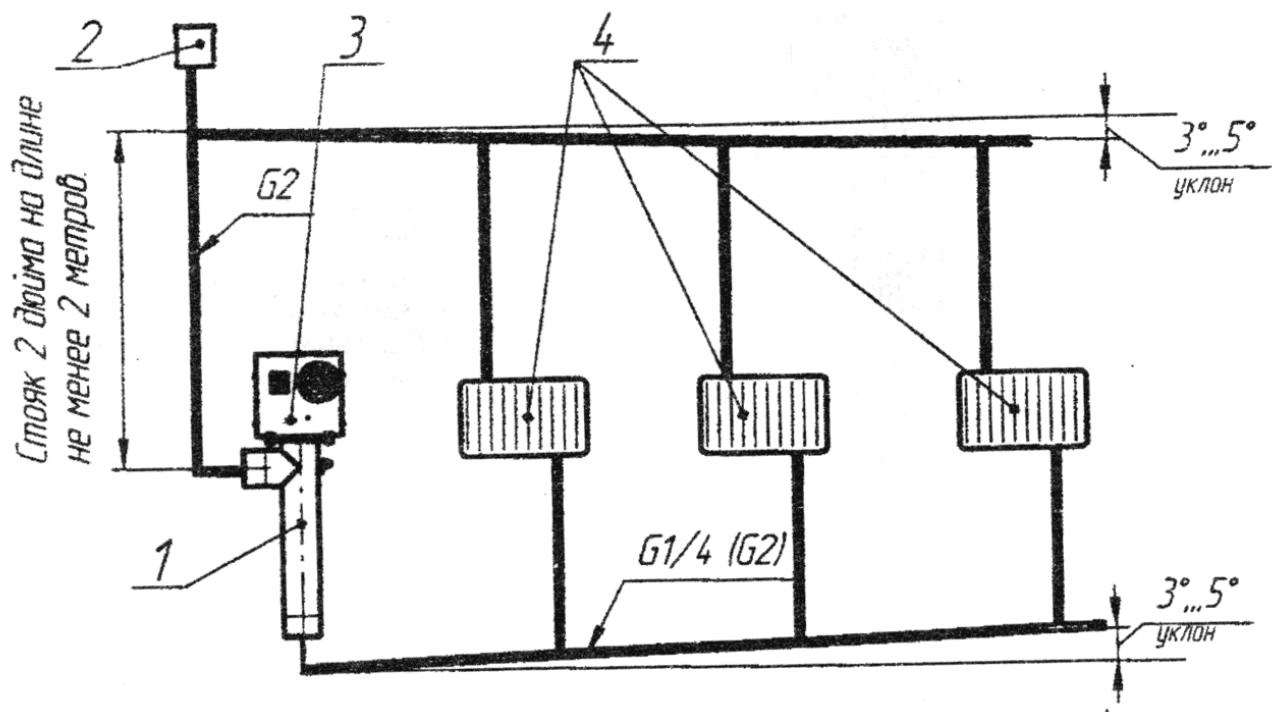

Рис. 5. Примерная схема отопления с естественной циркуляцией жидкости
- ЭКСПЛУАТАЦИЯ ЭЛЕКТРОКОТЛА ПРИ ВЫСОТЕ ГЛАВНОГО ПОДАЮЩЕГО СТОЯКА (РИС. 5 ПОЗ. 12) МЕНЕЕ ДВУХ МЕТРОВ И С УСЛОВНЫМ ПРОХОДОМ МЕНЕЕ ДВУХ ДЮЙМОВ;
- НА ВЫХОДЕ ИЗ ЭЛЕКТРОКОТЛА УСТАНАВЛИВАТЬ КРАНЫ, ВЕНТИЛИ ИЛИ ДРУГУЮ ЗАПОРНУЮ АРМАТУРУ (рис. 4 и рис. 5);